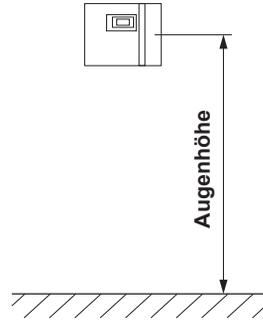

Abb. 3
1. Die Bohrungen  $\varnothing$  3 mm für die mitgelieferten Spanplattenschrauben 4 x 25 mm werden entsprechend den in Abb. 3 + 3.1 angegebenen Maßen angebracht.